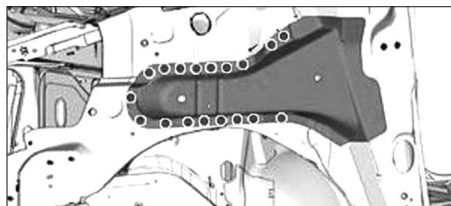

FIG. 42
- Souder par points électriques (Fig.42).